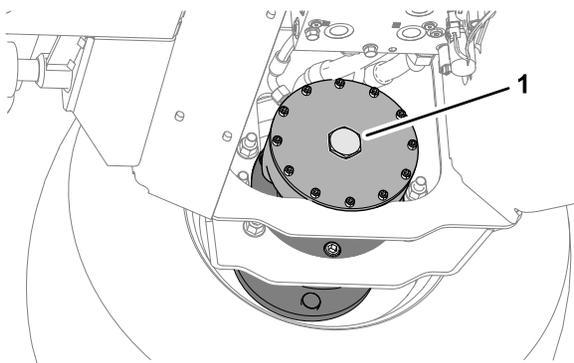

図 38
2. 六角プラグをモーターのエンドプレートに取り付ける (図 38)。
6. 12 x 40 mmのボルト2本と12 mmのワッシャー 2個をプラットフォームサポートレールに保管する (図 38)。